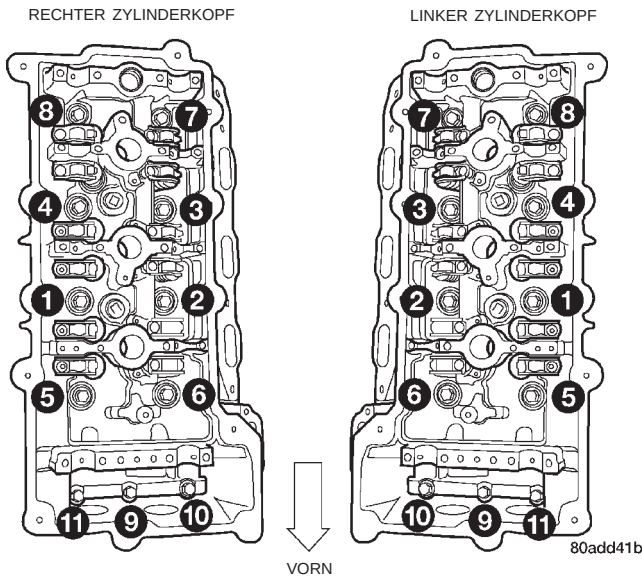

Abb. 47 Anziehreihenfolge der Zylinderkopfschrauben
ACHTUNG! Vor dem Versuch, den Zylinderkopf abzunehmen, unbedingt sicherstellen, daß die Zylinderkopfschrauben 11 – 9 (Abb. 47) herausgedreht wurden. Andernfalls besteht Beschädigungsgefahr für Zylinderkopf und/oder Motorblock.
(12) Zylinderkopfschrauben in umgekehrter Einbaureihenfolge herausdrehen (Abb. 47). Mit den Schrauben 11 – 9 beginnen, anschließend die Schrauben 8 – 1 herausdrehen.
(13) Zylinderkopf abnehmen.
(1) Dichtflächen von Zylinderkopf und Block reinigen.
(2) Neue Kopfdichtung über die Führungsstifte legen.
(3) Zylinderkopf auf Block montieren. Dabei sicherstellen, daß der Kopf richtig auf die Führungsstifte gesetzt wird.
(4) Schraubengewinde mit frischem Motoröl schmieren und Schrauben eindrehen.
(5) Schrauben festziehen, hierbei die in (Abb. 47) gezeigte Reihenfolge einhalten. Die Schrauben sind in mehreren Durchgängen mit den folgenden Anzugsmomenten festzuziehen:
(6) Nockenwellen einbauen. Näheres hierzu siehe entsprechende Anleitung in diesem Abschnitt.
(7) Nockenwellenräder montieren und Steuerkette auflegen. Näheres hierzu siehe entsprechende Anleitung in diesem Abschnitt.